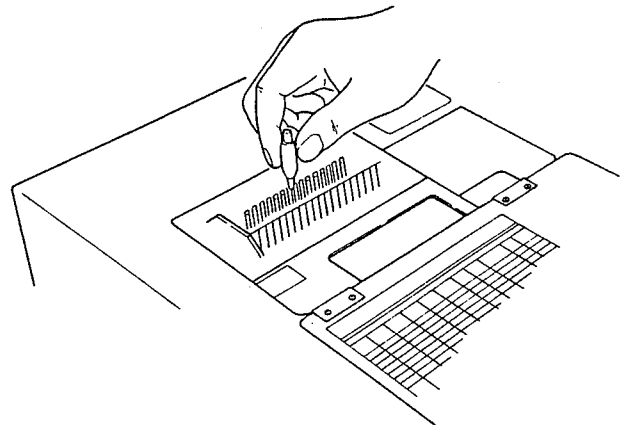

図4-1
- (1) 動はずみ測定チャンネルの光点設定
- ・光点光量調整用絞り⑩を下方向一杯に回します。
- (2) AUX入力用ガルバノメーターの光点設定
- ・図4-1の様にスポット調整スパナをガルバノメーターの頭部にさし込み左右に回し、光点観測窓⑨から光点を観測し任意の位置に光点をセットします。